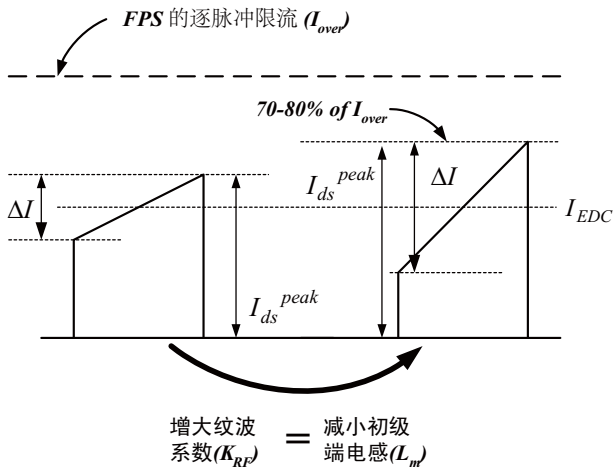

图 5 峰值漏极电流调节
如果 FPS 的逐脉冲限流水平高于电源设计的峰值漏极电流，可能会导致变压器尺寸过大，因为如公式 (6) 所示，确定初级端最小圈数时使用了  $I_{over}$ 。因此，需要选择限流规格合适的 FPS，或通过增加纹波系数，将峰值漏极电流调整至接近  $I_{over}$ ，如图 5 所示。考虑到瞬态响应和  $I_{over}$  容差，将  $I_{ds}^{peak}$  设计为  $I_{over}$  的 70-80% 是合理的。